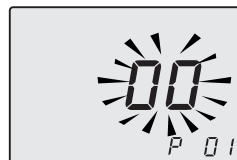

Figura 5.32
- Premere i tasti 18 o 19 per scorrere i vari parametri fino a far apparire sul display LCD le lettere **P01**, e il valore del parametro, indicanti l'entrata nel "parametro 01" (Figura 5.32).